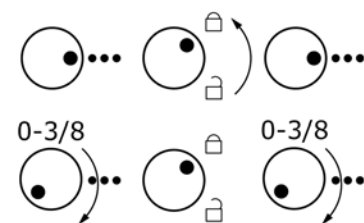

Abbildung 85:
- Sperren Sie das Separiersystem, indem den mittleren Separierfeststellgriff (F3) gegen den Uhrzeigersinn drehen, und entfernen Sie das Material. Abhängig vom eingelegten Papier und dessen Stärke, führen Sie Folgendes aus: Vergrößern Sie den Separierabstand, indem Sie die beiden äußeren Justierknöpfe (F2) im Uhrzeigersinn drehen (siehe Abbildung 85).